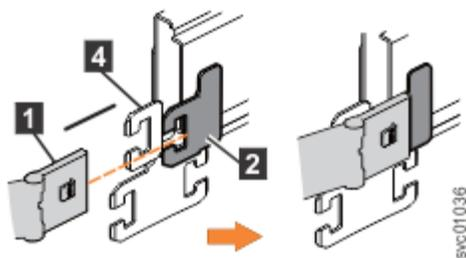

図 43. サポート・レールの内部メンバーへの上部 CMA の内部コンネクターの取り付け
- ① 上部 CMA の内部コンネクター
- ② 内部レール・メンバーのコンネクター・ベース
- ③ 上部 CMA の外部コンネクター
- ④ 外部レール・メンバーのコンネクター・ベース
- ⑤ 上部 CMA のサポート・レール・コンネクター
- ⑥ 外部レール・メンバーのコンネクター・ベース
2. 61 ページの図 43 に示すように、上部 CMA アセンブリの内部コンネクター (①) を、左側のサポート・レールの内部メンバー (②) に取り付けます。